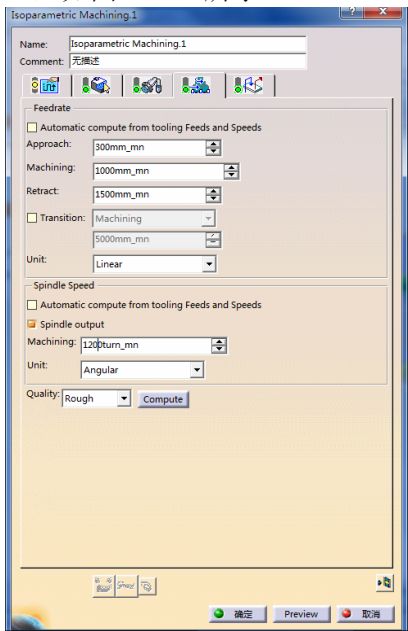

图 4-106 进给率参数选项卡 (4)
4) 定义进给率。单击 “Isoparametric Machining.1” 对话框中的 ，切换到进给率参数选项卡 (4)，如图 4-106 所示。